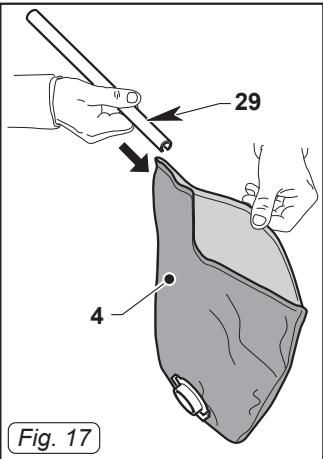

Fig. 17
- Aprire il filtro (4 Fig. 17) sfilando la chiusura a slitta (29 Fig. 17), risciacquarlo e svuotarlo dagli eventuali residui solidi quindi richiudere il filtro con la chiusura a slitta (29 Fig. 17) e rimontarlo come descritto in precedenza.